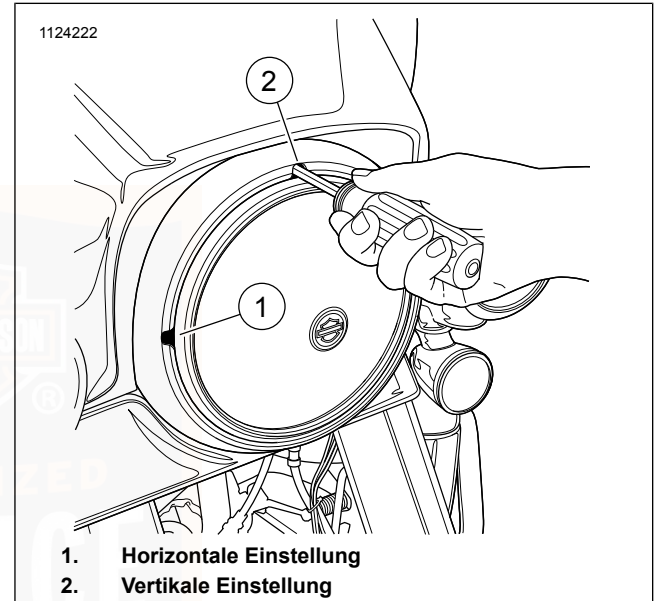
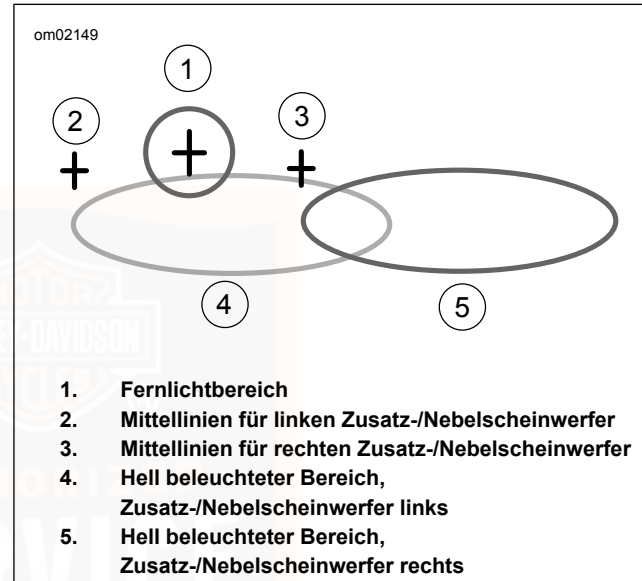
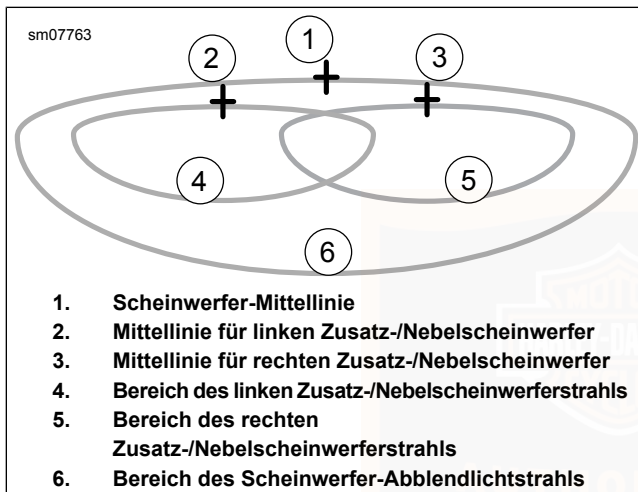

Abbildung 92. Scheinwerfereinstellschrauben: Alle außer rahmenbefestigte Verkleidung (typisch)
Abbildung 95. Scheinwerfer-Lichtmuster: Typ Quarz-Halogen
Abbildung 96. Scheinwerfer-Lichtmuster: LED-Typ mit Zusatz-/Nebelscheinwerfer
2. **Alle außer rahmenmontierte Verkleidung:** Siehe **Abbildung 92**. Einen **5/32-in-Kugelpf-Sechskantschlüssel** in die Einstellöffnungen im Zierring stecken.
a. **Horizontal:** Den Scheinwerferstrahl mit der Horizontaleinstellschraube (1) nach links und rechts verstellen.
b. **Vertikal:** Den Scheinwerferstrahl mit der Vertikaleinstellschraube (2) nach oben und unten verstellen.
c. Siehe **Abbildung 95** oder **Abbildung 96**. Den Scheinwerferstrahl einstellen.
4. Siehe Abbildung 95 oder Abbildung 96. Die horizontalen und vertikalen Mittellinien (2, 3) der Zusatz-/Nebelscheinwerfer auf der Wand markieren.
Abbildung 95 zeigt ein Muster für Motorräder in Ländern mit Rechtsverkehr. Für Länder mit Linksverkehr kippen Sie die Grafik horizontal.
- a. **Quartz-Halogen:** Den linken Zusatz-/Nebelscheinwerfer einstellen, sodass der gesamte hell beleuchtete Bereich (4) unter und rechts der Mittellinien für die linke Zusatzleuchte liegt, wie in Abbildung 95 dargestellt.
- b. **LED:** Den linken Zusatz-/Nebelscheinwerfer so einstellen, dass der gesamte hell beleuchtete Bereich (4) unter der Mittellinie liegt, wie in Abbildung 96 dargestellt.